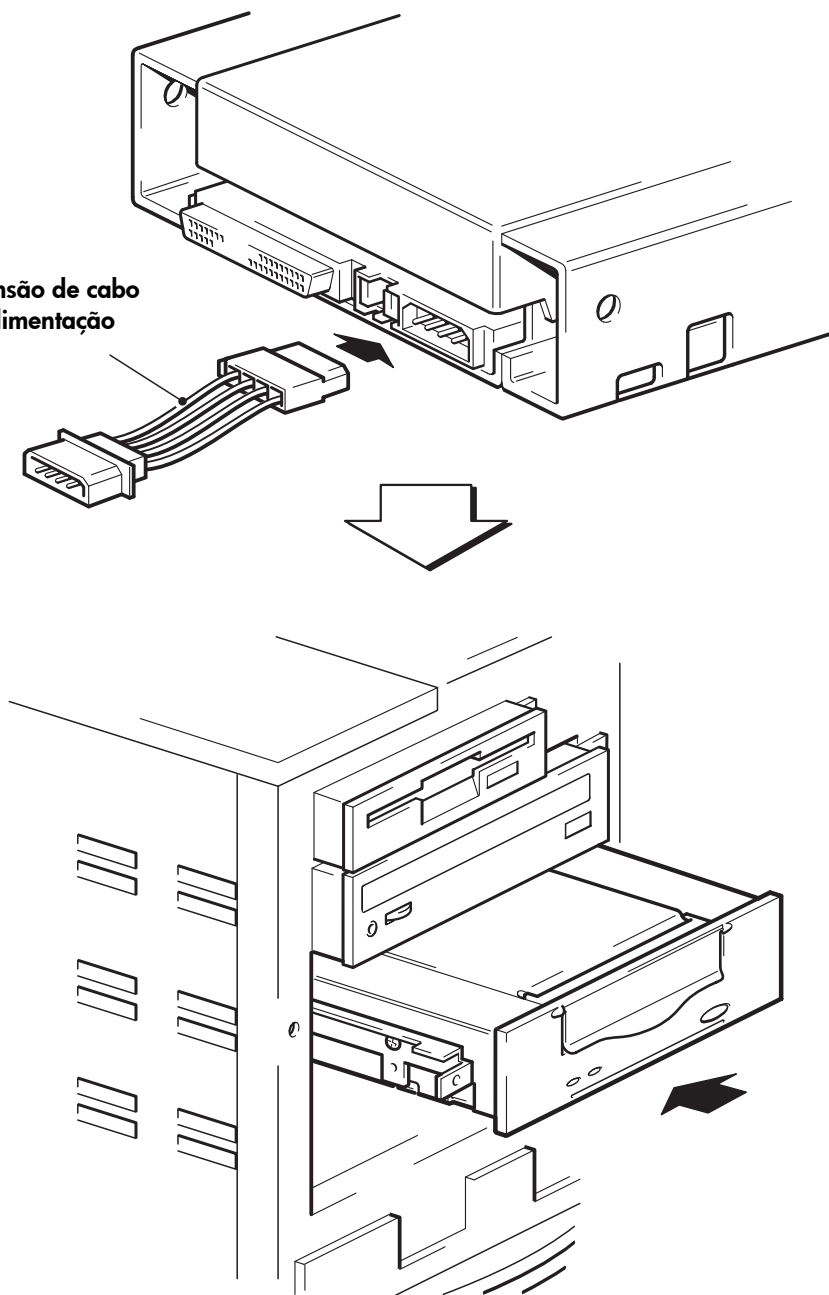

Figura 7: instalar a unidade
- 1 Ligue a extensão do cabo de alimentação ao conector de alimentação na parte traseira da unidade de fita, como mostra a figura 7.
- 2 Deslize a unidade de fita para dentro da baia aberta, alinhando a bandeja ou trilhos com as ranhuras na baia, como mostra a figura 7.